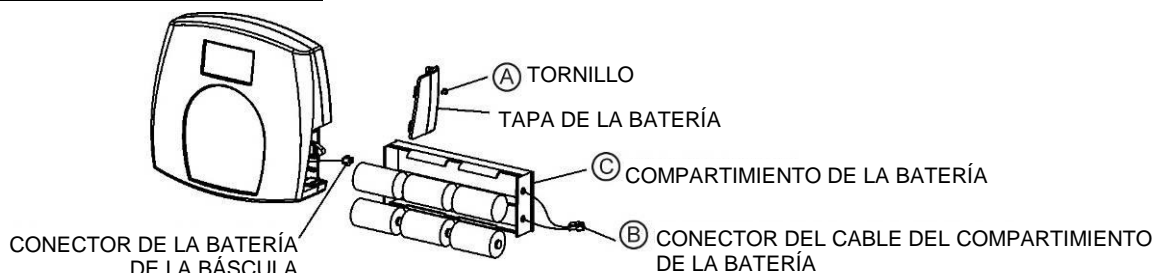

Figura 2 - Baterías
7. La báscula ya está ensamblada. Enchufe el adaptador de la báscula a la fuente de alimentación y/o inserte las baterías. Consulte la sección sobre baterías/Figura 2 para obtener más información sobre este tema.
2. Coloque las baterías en su compartimento (consulte la información sobre “Baterías” en la Figura 2 que aparece a continuación).
2. Retire la tapa del compartimento de las baterías del conjunto de la pantalla. Consulte la figura 2 (A) anterior.
3. Desconecte el conector del cable del compartimento de las baterías del conector de la batería de la báscula (B).
4. Retire con cuidado el compartimento de la batería (C) deslizándolo fuera del conjunto de la pantalla.
6. Con cuidado deslice el compartimento de la batería (C) dentro del conjunto de la pantalla.
7. Enchufe el conector del cable del compartimento de la batería al conector de la batería de la báscula (B).
8. Acople la tapa de la batería al conjunto de la pantalla y coloque el tornillo (A).